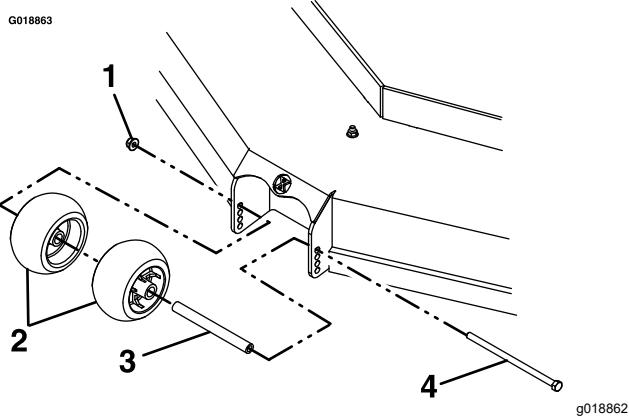

Figura 29
6. Apriete la tuerca nyloc (3/8") a 41–47 N·m (30 – 35 pies-libra), como se muestra en la Figura 29.